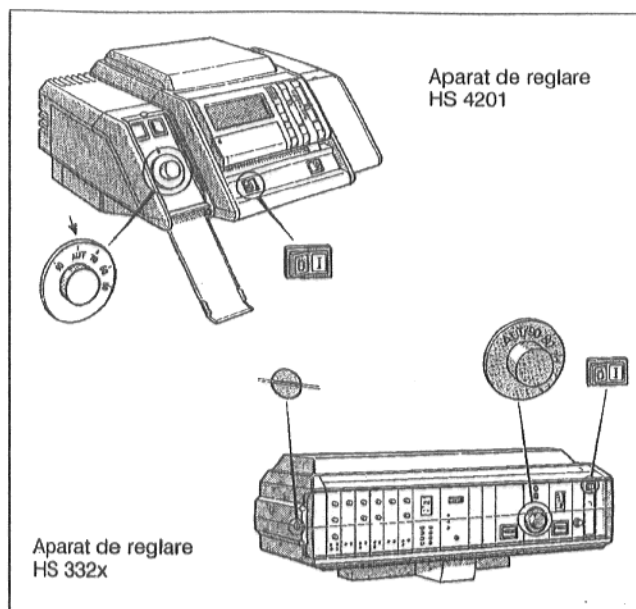
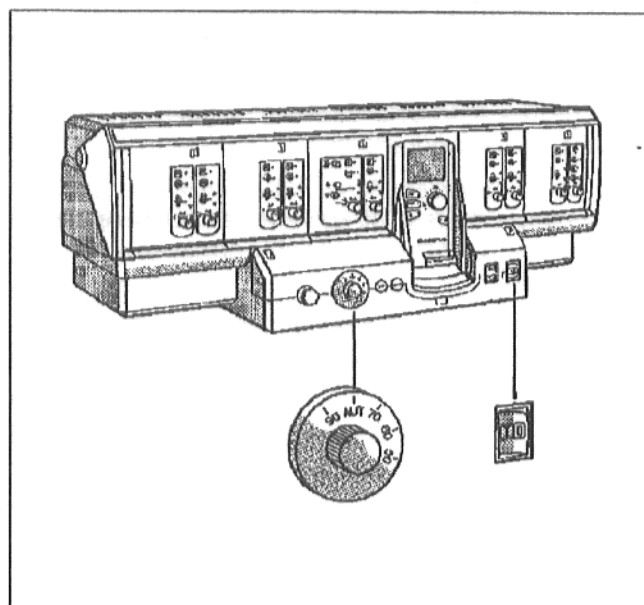

Fig. 24: Aparatele de reglare HS 4201 și HS 332x
Fig. 25: Aparatul de reglare 431x
- Dezaerisirea conductei de alimentare cu gaz: Șurubul de închidere a niplului de verificare pentru presiunea de racord și dezaerisire la armătura arzătorului de gaz (Fig. 25) se desface ușor, numai două rotații. Dacă nu mai este aer se închide din nou șurubul de închidere a niplului de verificare.
- La aparatul de reglare HS 332x: Șlițul șurubului capacului transparent al aparatului de reglare (Fig. 24) se aduce în poziția orizontală, de exemplu cu ajutorul unei monede. Capacul transparent se va ridica înaintea.
- Comutatorul funcționare (Fig. 24 respectiv Fig. 25), la cazanul dublu se aduce la ambele aparate de reglare pe poziția I (ON).
- La aparatul de reglare HS 4201: se deschide clapa de acoperire din stânga (Fig. 24).
- **La G334 XZ:** Aparatul de reglare al temperaturii apei cazanului (Fig. 24 respectiv Fig. 25) se fixează pe AUT respectiv 80°C. La reglarea constantă se fixează pe temperatura dorită (min. 50°C).
Aparatul de reglare al temperaturii apei cazanului (Fig. 24 respectiv Fig. 25) se fixează pe AUT respectiv 80°C.
Aparatul de reglare al temperaturii apei cazanului (Fig. 24) al unui bloc de cazane se fixează pe temperatura dorită (min. 50°C). Prin aceasta blocul cazanului 1 (cazanul conducător) este definit.